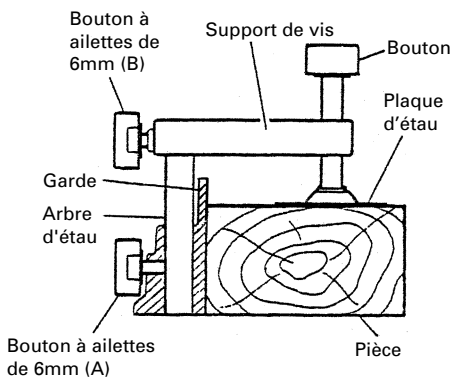

Fig. 25
- (1) L'ensemble d'étau se monte soit sur la garde gauche (garde (B)), soit sur la garde droite (garde (A)), en desserrant le boulon à ailettes de 6mm.
- (2) Le support de vis se relève ou s'abaisse en fonction de la hauteur de la pièce en desserrant le boulon à ailettes de 6mm (B). Après le réglage, resserrer fermement le boulon à ailettes de 6mm (B) et fixer le support de vis.
- (3) Tourner le bouton supérieur et fixer solidement la pièce en place (Fig. 25).